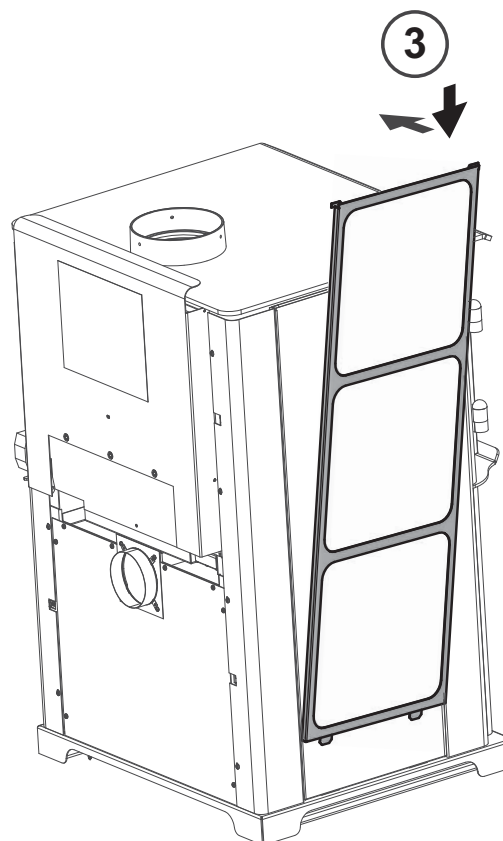

Figure 25.4
4. Fixez à nouveau le cadre des tuiles (Figure 25.4).